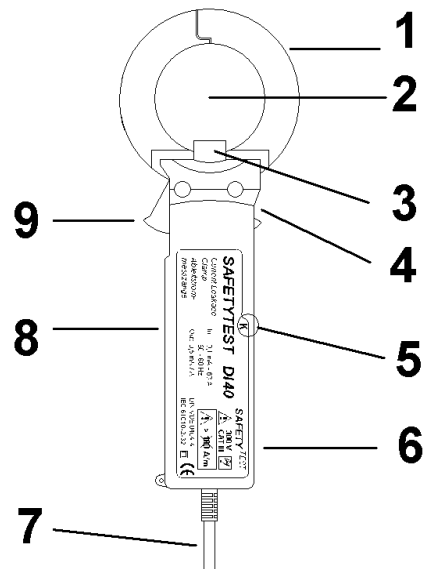

Bild 3
Vor dem Messen der Stromaufnahme muss die Ableitstrommesszange den oder die einzelnen Stromleiter vollständig umfassen. Dazu muss mit dem Daumen die Öffnungstaste Bild 3 (9) betätigt werden.
- Die Finger dürfen dabei die Griffmulde Bild 3 (4) nicht überschreiten, da sonst wird der Sicherheitsabstand zum stromführenden Leiter nicht eingehalten wird!
- Beim Umgreifen des Leiters muss darauf geachtet werden, dass der Leiter sich möglichst in der Mitte des Jochs Bild 3 (2) befindet und die Backen keine Leiter quetschen!